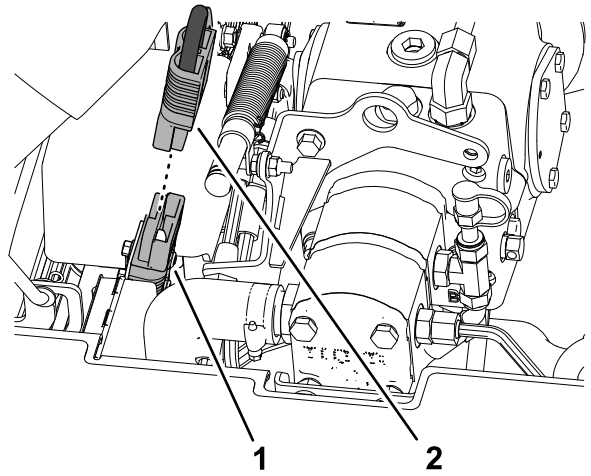

Bild 5
2. Ziehen Sie den Batterie-Unterbrecherbrücke des 48 VDC-Systems ab (Bild 5).